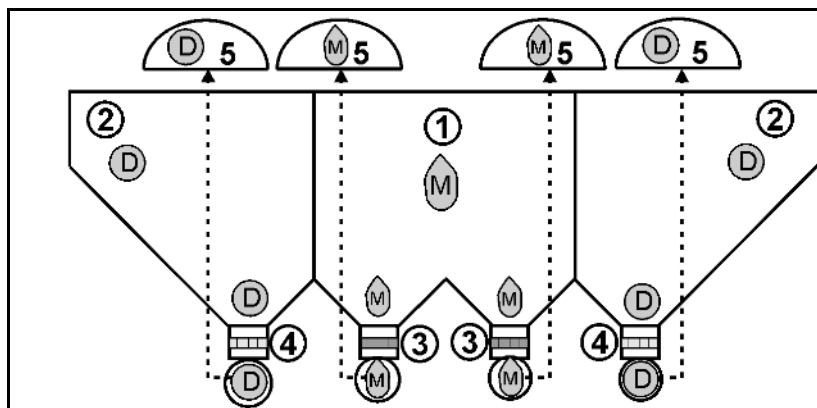

Рис. 28
- Для посева используйте внешние секции бункера (Рис. 28/2) с двумя внешними дозаторами (Рис. 28/4) и распределителями.
- Для внесения удобрения используйте среднюю, меньшую по размеру секцию (Рис. 28/1) бункера с двумя средними дозаторами (Рис. 28/3) и распределителями.
- Установите на дозаторы подходящие дозирующие катушки для кукурузы (Рис. 28/3) и удобрений (Рис. 28/4).
- В зависимости от нужного расстояния между рядами на всех распределителях (Рис. 28/5) закройте некоторые выходные отверстия.